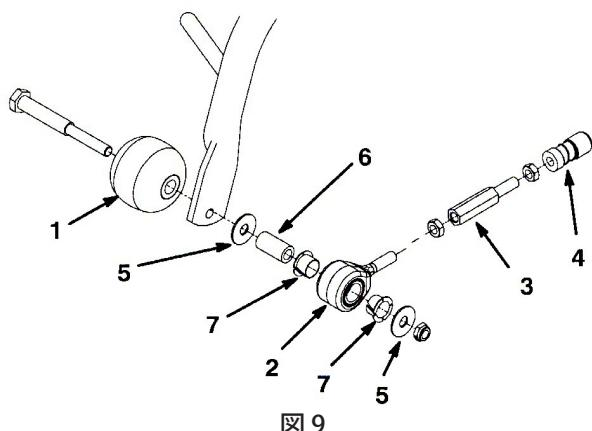

図9
- 油圧オイル・タンクのブリーザ・キャップを外る(図9)。
- ローラ・シャフト・スペーサ、ワッシャ、ねじを使用して、芝削り防止ローラとプル・リンク・アセンブリを各前キャリア・フレームの外側に取り付ける(図9)。各パーツが図のとおりに配置されていること、また、プル・リンクにナイロン製のブッシュがついていることを確認する。